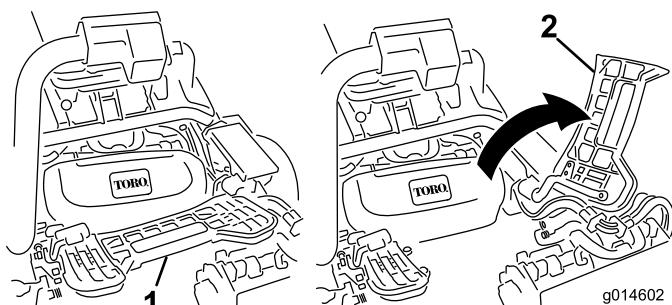

図 12
- 中央カッティングユニットを取り付ける時は、フット・レストを跳ね上げて取り付け位置へのアクセスを確保する（図 12）。